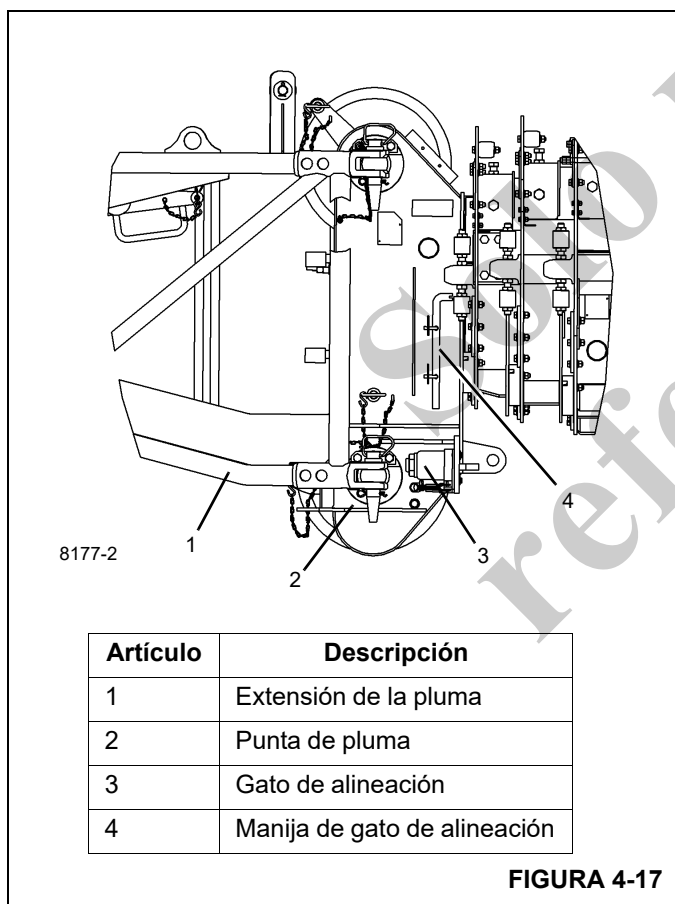

FIGURA 4-17
18. Use la manija de gato (4, Figura 4-17), almacenada en el lado izquierdo de la punta de pluma, para extender el gato de alineación de la extensión de pluma (3, Figura 4-17) hasta que el pasador de fijación inferior izquierdo quede libre de los adaptadores de anclaje y fijación de la sección de base de la extensión y de la punta de pluma. Quite el pasador de fijación y almacénelo en la sección de base de la extensión de pluma, luego fíjelo con una pinza de retención.